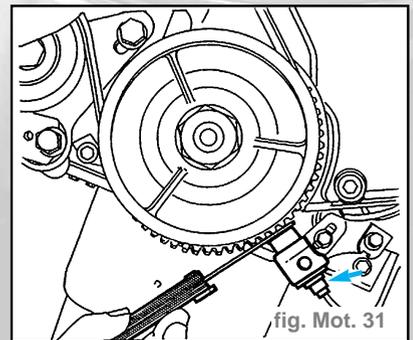

fig. Mot. 31
- Vérifier la distance entre le capteur et les dents de la couronne d'impulsions (entrefer) (fig. Mot. 31).